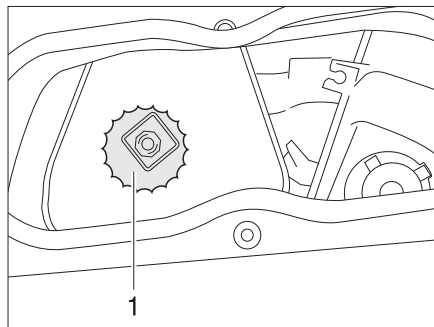

Fig. 34 Tapa del recipiente de compensación de agua de refrigeración
- Abrir la tapa (Fig. 34,1) con cuidado y dejar descargar la presión.
- Enroscar la tapa (Fig. 34,1) de nuevo en el recipiente de compensación de agua de refrigeración.